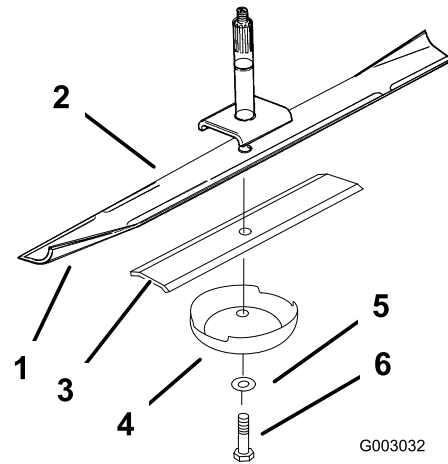
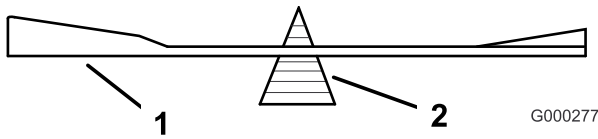

Figura 46
Figura 48
- Retire del eje el perno de la cuchilla, la arandela, el refuerzo de la cuchilla y la cuchilla (Figura 46).
2. Verifique el equilibrio de la cuchilla colocándola sobre un equilibrador de cuchillas (Figura 48). Si la cuchilla se mantiene horizontal, está equilibrada y puede utilizarse. Si la cuchilla no está equilibrada, rebaje algo el metal en la parte de la vela solamente (Figura 46). Repita este procedimiento hasta que la cuchilla esté equilibrada.
1. Instale la cuchilla en el eje (Figura 46).
Importante: La vela de la cuchilla debe apuntar hacia arriba y hacia el interior del cortacésped para asegurar un corte correcto (Figura 46).
2. Instale el refuerzo de la cuchilla, la arandela curva y el perno de la cuchilla (Figura 46).